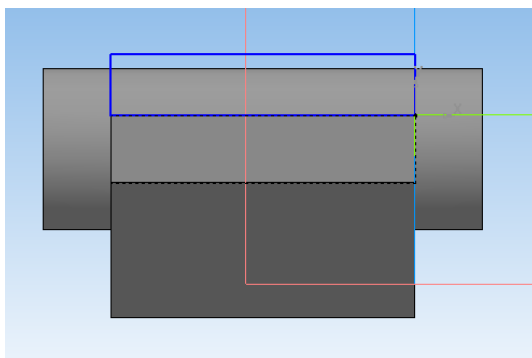

Рис. 6
6. Постройте эскиз с помощью *Прямоугольника*. Примените операцию *Вырезать выдавливанием* . Направление прямое. Расстояние – *Через все* (удалится лишний элемент, для формирования колес) (рис. 6).